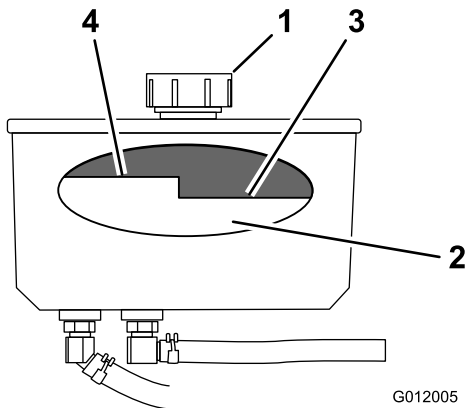

Bild 72
4. Reinigen Sie den Bereich um den Deckel und den Einfüllstutzen des Hydraulikölbehälters (Bild 72).
5. Drehen Sie den Deckel vom Einfüllstutzen ab (Bild 72).
Hinweis: Der Füllstand sollte bei heißem Öl unterhalb der Oberkante der heißen Einfüllmarkierung der Zwischenplatte sein (Bild 72).